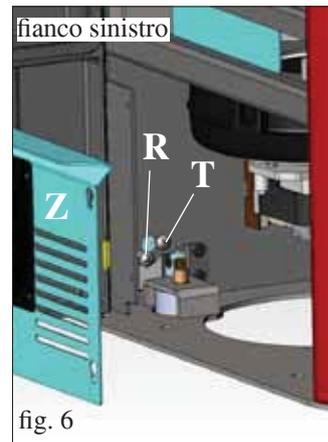

fig. 6
Verificare l'allineamento verticale dei fianchetti in ceramica (C) ed effettuare eventuali regolazioni tramite le viti poste sopra il top (V - fig. 5) e all'interno della stufa tramite le viti (R - fig. 6/7)
N.B.: prima di effettuare l'operazione togliere il pannello zincato (Z - fig. 6/7) su entrambi i lati e allentare le viti di bloccaggio (T - fig. 6/7).